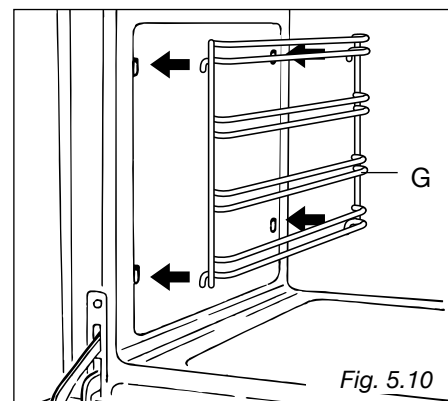

Fig. 5.10
- Accrochez les grilles de métal « G » aux parois du four (fig. 5.10).